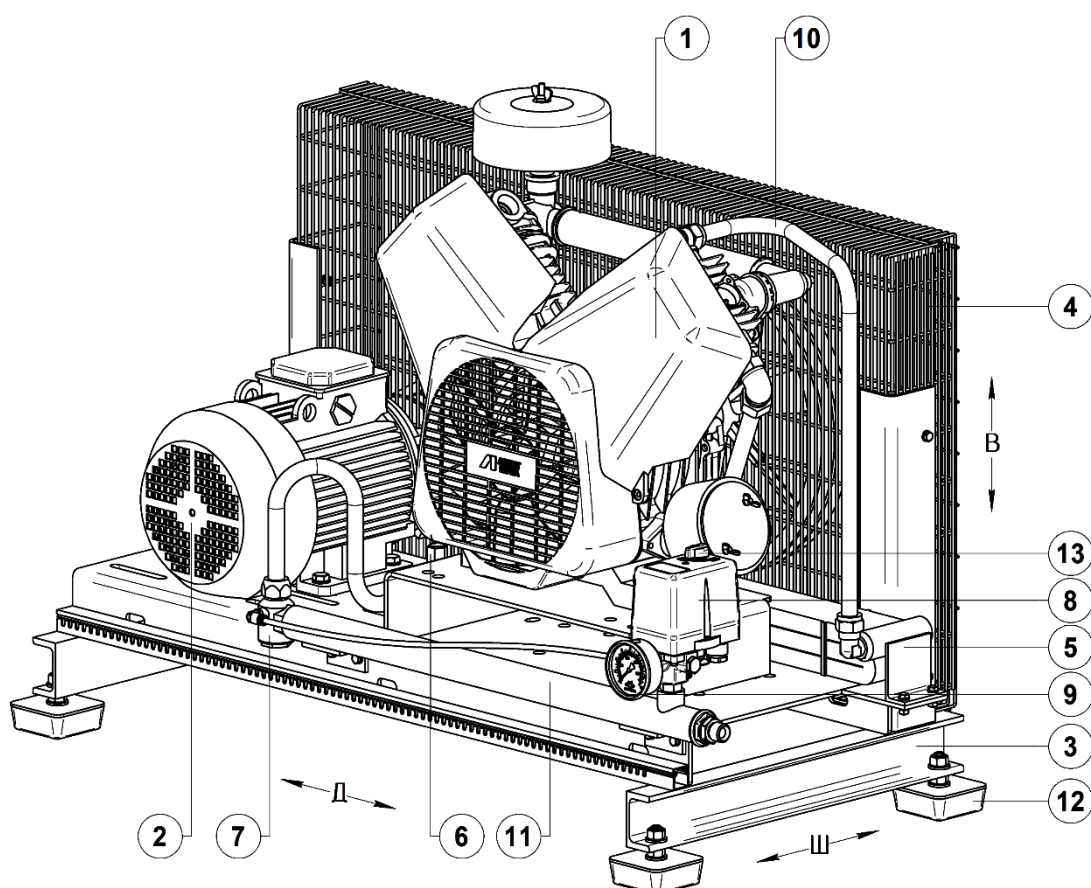

Рисунок 4 - Общий вид компрессора СБ4-ФЗ7
6.3.3 На отводящем трубопроводе необходимо установить трехходовой кран или другое устройство, обеспечивающее сброс давления воздуха из коллектора ⑪ (рисунок 4), при остановке и отключении компрессора от воздушной сети.